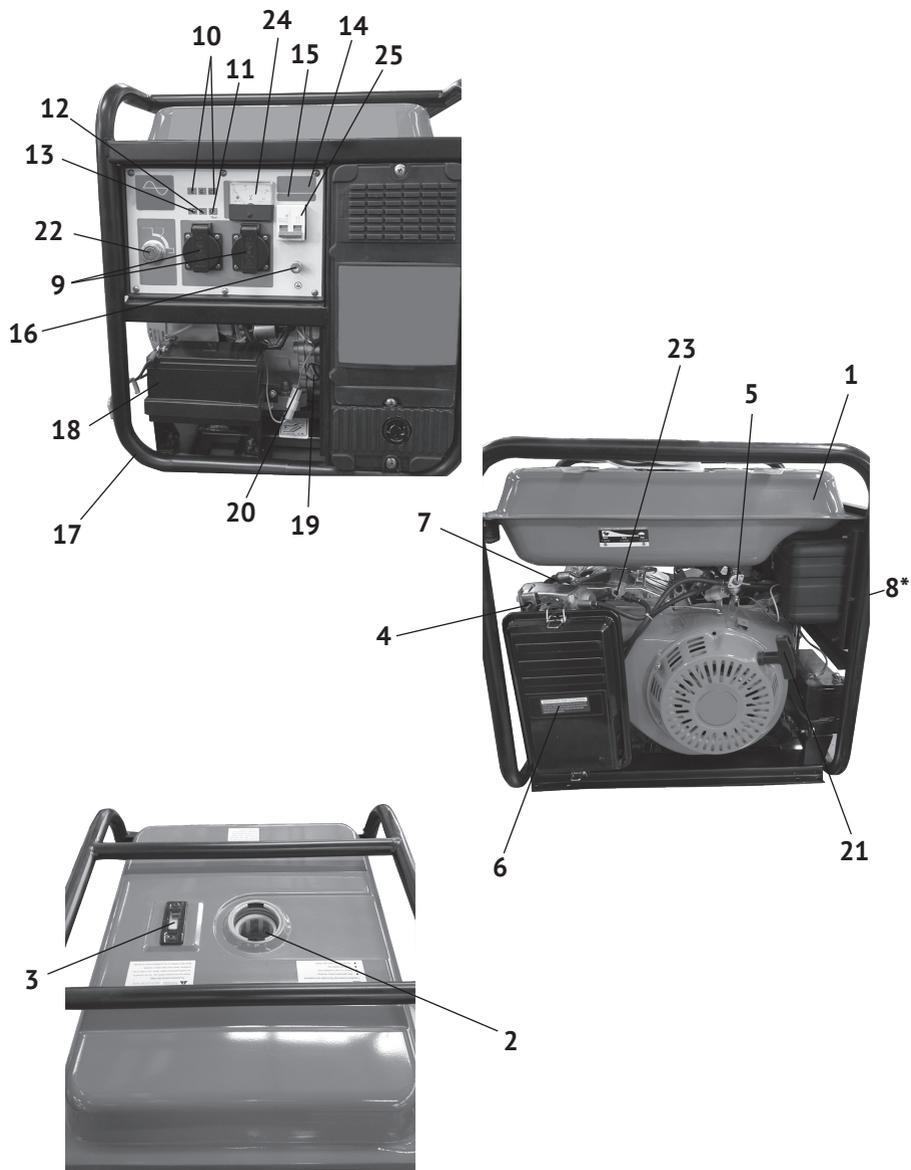

рис.1
Коленчатый вал, приводимый во вращение возвратно-поступательными движениями поршня двигателя, передаёт крутящий момент на вал якоря генератора. Передача осуществляется через коническое сопряжение ротора генератора и вала двигателя. При этом образуется самоцентрирующаяся трёхопорная схема соединения. С обмоток статора генератора напряжение подводится: через систему стабилизации на розетки переменного тока 220В (рис.1 поз.9) или через выпрямительный блок на розетку постоянного тока (рис.1 поз.14). Инверторный преобразователь позволяет бензогенератору выдавать энергию с максимально стабильными параметрами, что позволяет использовать его для питания чувствительных электроприборов и электроники.
2.4 Общий вид бензогенератора представлен на рис.1
3.2 Бензогенератор оснащён одноцилиндровым четырёхтактным двигателем внутреннего сгорания с верхним расположением клапанов и нижним расположением коленчатого вала. Верхнее расположение клапанов снижает теплонапряжённость двигателя. При этом достигается более высокая выходная мощность в меньшем рабочем объёме при эффективном сгорании топлива. Двигатель имеет карбюраторную систему питания. Смазка осуществляется разбрызгиванием масла в картере. Пуск двигателя осуществляется или ручным тросовым возвратным стартёром (рис.1 поз.21) или ключом замка зажигания (рис.1 поз.22) электрического стартера.
3.4 Двигатель и генератор закреплены на трубчатой раме (рис.1 поз.17) через амортизаторы, что снижает вибрацию аппарата и уменьшает уровень шума при работе. Все элементы бензогенератора имеют удобный доступ для обслуживания и ремонта.
4.2.3 Обеспечение требований электробезопасности: эксплуатация бензогенератора должна производиться в строгом соответствии с требованиями «Правил техники электробезопасности при эксплуатации электроустановок». Электрическая сеть подключения потребителей относится к системе с изолированной нейтралью, предусматривающей защитное заземление открытых токопроводящих частей корпуса. В зависимости от местных условий (состав грунта, его влажность и т.п.) изменяется качество заземления. Во всех случаях защитное заземление должно иметь сопротивление не более 4-х Ом. Во время работы бензогенератора его клемма заземления (рис.1 поз.16) должна быть подсоединена к заземлителю. Практически это требование может быть реализовано следующими способами:
Выкрутите пробку-щуп (рис.1 поз.19) из маслозаливной горловины и залейте в картер масло необходимой марки до нижнего края горловины, как показано на рис.2. Вставьте сухой чистый щуп в горловину картера и выньте его. Проверьте уровень масла: граница смоченной области щупа должна располагаться между отметками минимального и максимального уровней.
При выборе масла руководствуйтесь требованиями эксплуатационной документации и указаниями по применению конкретного типа масла его производителем. При уровне масла ниже минимально допустимого загорается индикатор (рис.1 поз.11) на панели управления и срабатывает блокировка двигателя при включении зажигания.
Открутите крышку топливного бака (рис.1 поз.1). Заливайте бензин в топливный бак не более чем на 1 см ниже уровня основания заливной горловины (рис.1 поз.2). Перед запуском двигателя тщательно протрите крышку бензобака, удалив возможные при заправке брызги топлива.
6.1.1 Отключить всех потребителей переменного и постоянного тока от генератора. Перевести автоматический выключатель (рис.1 поз.25) в положение «ВыКЛ».
- перевести замок зажигания (рис.1 поз.22) в положение «ВКЛ»;
- открыть топливный кран (рис.1 поз.5);
- вытянуть на себя рычаг воздушной заслонки (рис.1 поз.4) в положение «закрыто» при пуске холодного двигателя (для прогретого двигателя рычаг устанавливается в промежуточном положении);
- резко, с усилием потяните рукоятку стартера (рис.1 поз.21) до упора, повторите действие ещё раз, если двигатель не завёлся.
- включение двигателя электрическим стартером производится поворотом ключа замка зажигания (рис.1 поз.22) в положение «ПУСК». Поверните ключ и удерживайте, пока двигатель не заведётся. Не удерживайте ключ электростартера более 5 сек. Если двигатель не запустился: отпустите ключ зажигания, до возврата в положение «ВКЛ.», выждите 10 сек., затем снова переведите в положение «ПУСК». После запуска двигателя отпустите ключ зажигания для обеспечения его самовозврата в среднее положение «ВКЛ.».
- перевести тумблер автоматического выключателя (рис.1 поз.25) в положение «ВыКЛ.»;